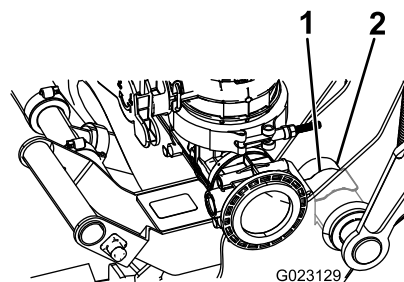

Figura 18
- Spingete finché il morsetto non si chiuderà a scatto sull'alloggiamento del perno come illustrato nella Figura 18.